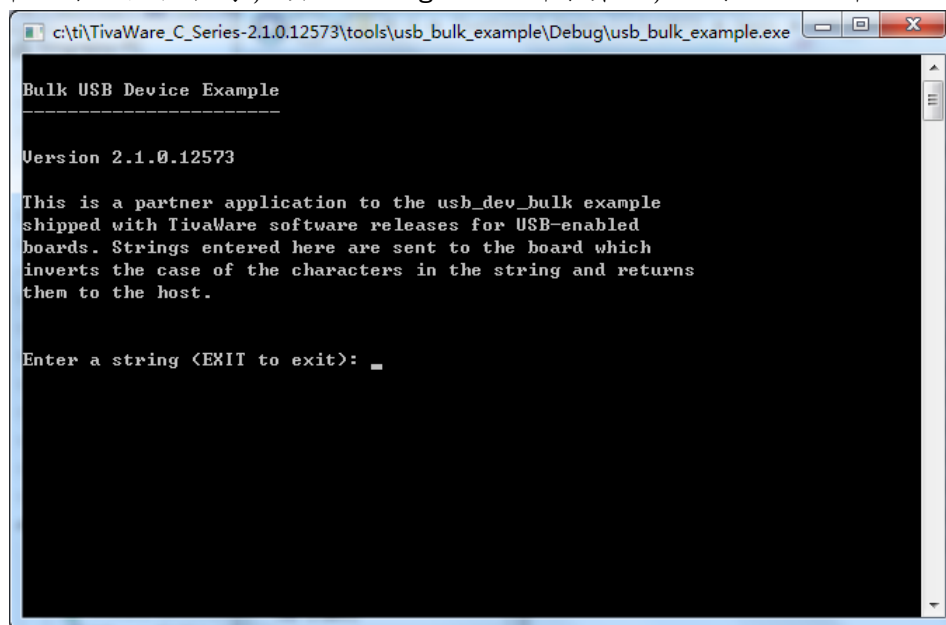

Figure 1
7. 编译运行上位机程序，会出现 Figure 1 所示界面，代表一切正常。
9. 在 Figure 1 所示界面中输入任意字符串并敲回车，会发现输入的字符串被大小写转换并回显。